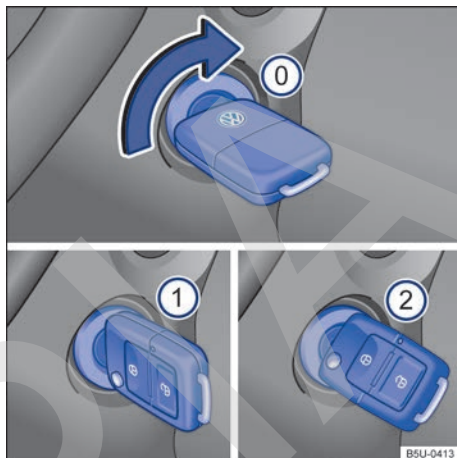

Fig. 95 Al lado del volante de la dirección, a la derecha: posiciones de la llave del vehículo en la cerradura de encendido.
Posiciones de la llave del vehículo → fig. 95
3.	Girar la llave del vehículo en el encendido para la posición → fig. 95 ② para arrancar el motor – no acelerar.
4.	Gire la llave del vehículo en la cerradura de encendido hasta la posición → fig. 95 ① para conectar el encendido. En ese momento la luz de control del sistema de arranque en caliente ☞ se encenderá en el instrumento combinado.
6.	Gire la llave del vehículo en la cerradura de encendido hasta la posición → fig. 95 ② para poner en marcha el motor – sin ▶
acelerar. En caso de que no se respete la etapa 5, la luz de control  titilará indicando la necesidad de interrumpir el procedimiento de partida y repetirlo después de volver la llave a la posición → fig. 95  y esperar aproximadamente 10 segundos.
5.	Girar la llave del vehículo en la cerradura de encendido a la posición→ fig. 95 ①.